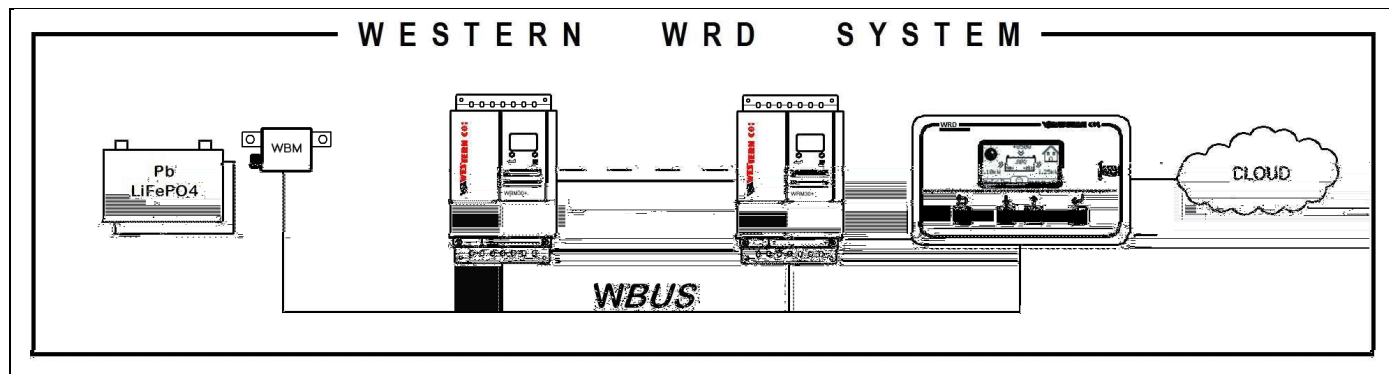

Fig. 3 Schéma illustratif du WESTERN WRD SYSTEM
- 2) Attente (~30 s.) jusqu'à ce que l'écran affiche l'animation dans l'icône de la batterie (fig. 3 - indicateur du courant de recharge)